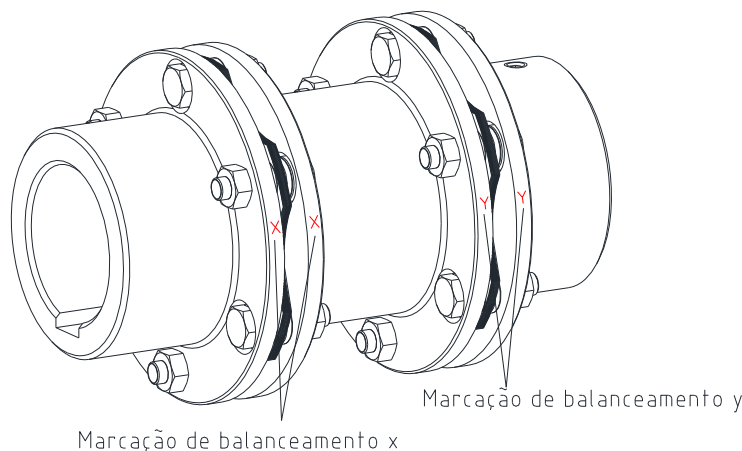

Figura 23: Alinhamento do espaçador
- Durante a montagem do espaçador, observar o alinhamento correto das marcações de balanceamento. A marcação X do cubo, exemplo abaixo, deve estar alinhada com a marcação X do espaçador (ver figura 23).